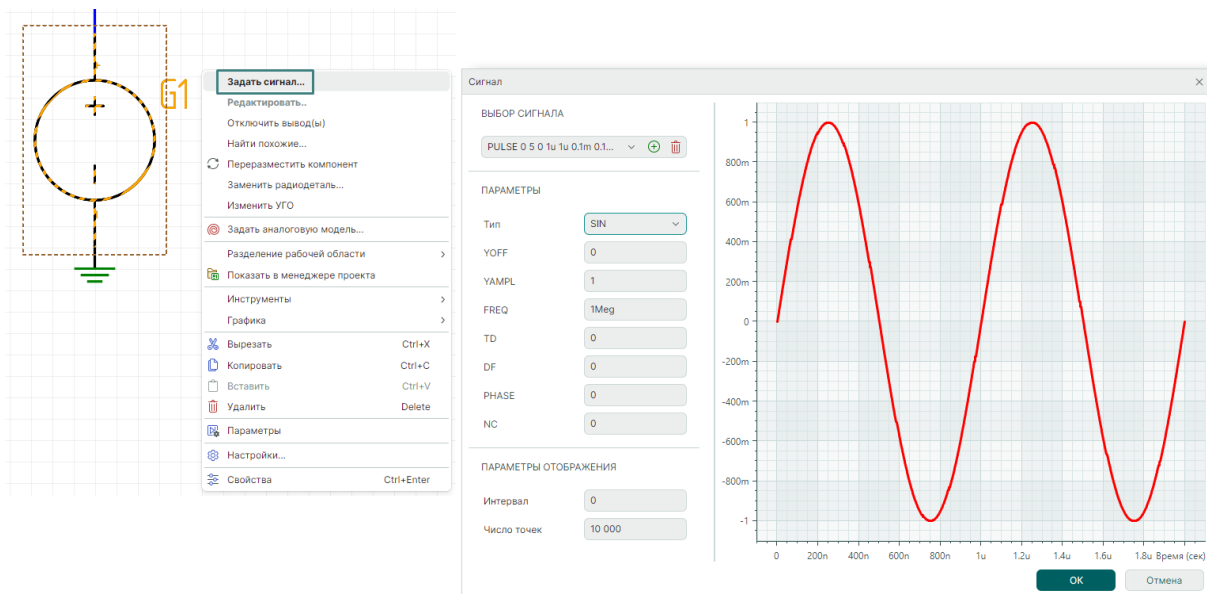

Рис. 110 Создание сигнала из контекстного меню
1. Выделить на схеме источник и из контекстного меню выбрать пункт «Задать сигнал...», что откроет окно «Сигналы» для управления сигналам, см. Рис. 110.